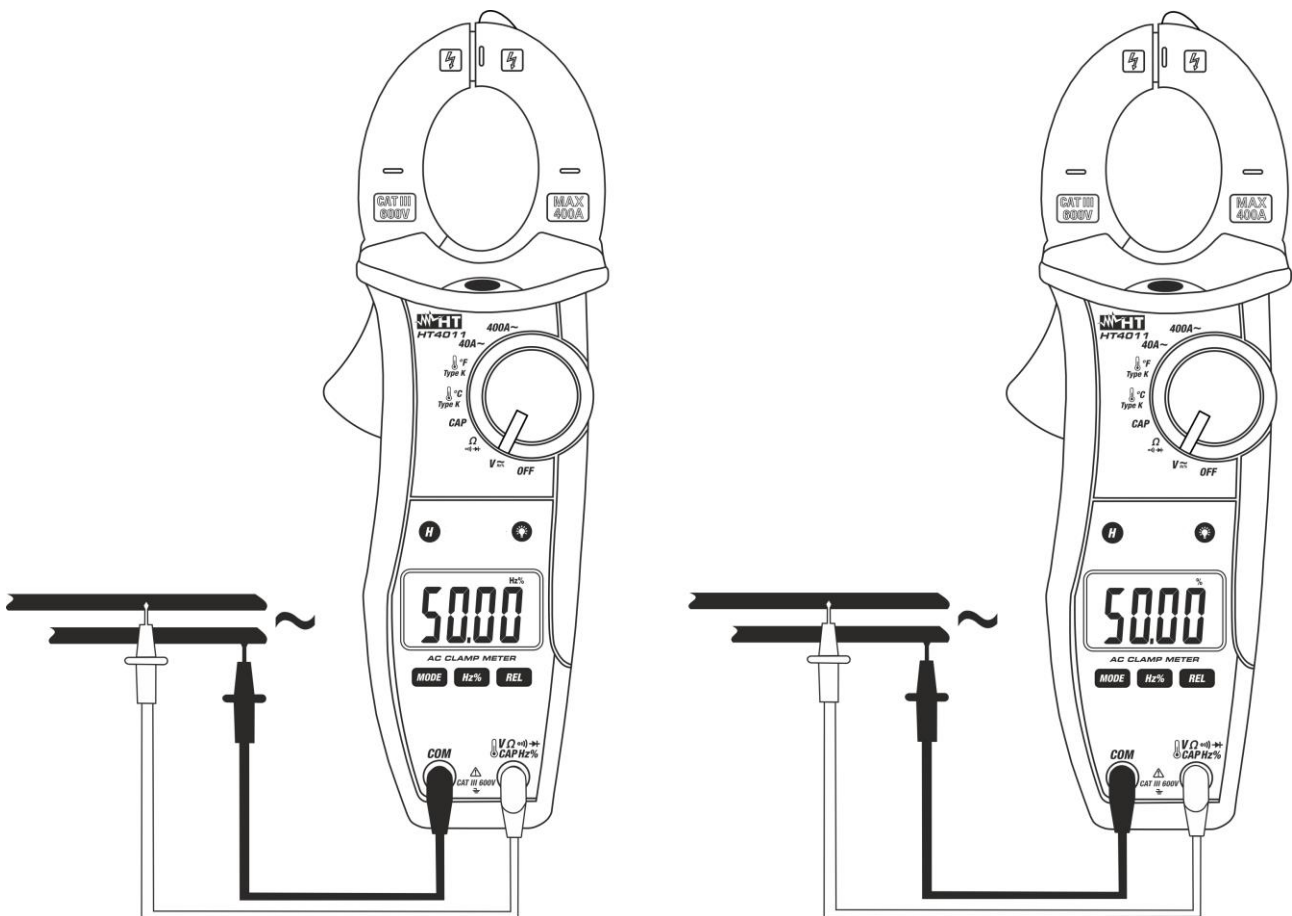

Fig. 5 : Utilisation de la pince pour mesures de Fréquence et Duty Cycle
4. Positionner les embouts sur les points désirés du circuit sous test pour la mesure de fréquence avec embouts. La valeur de fréquence (Hz) (voir Fig. 5 – partie gauche) ou de duty cycle (%) (voir Fig. 5 – partie droite) apparaît à l'écran.